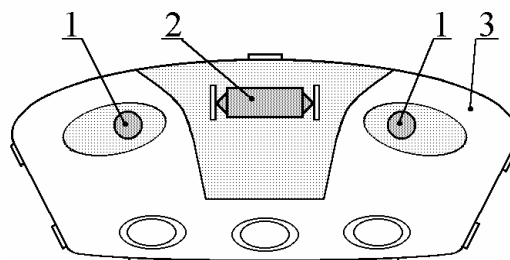

Рис. 31. Замена ламп блока плафонов салона:
8.10.2. Снять лампу 2 (рис.31).